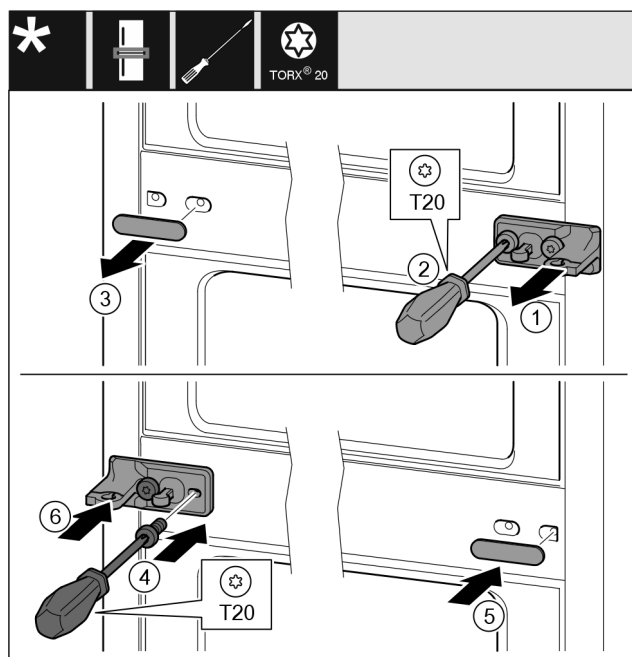

Fig. 43
- Stiahnite podložku Fig. 43 (1).
- Vyskrutkujte skrutky Fig. 43 (2) skrutkovačom.
- Opatrne stiahnite kryt Fig. 43 (3).
- Priskrutkujte ložiskovú konzolu s fóliou Fig. 43 (4) otočenú o 180° na druhú stranu.
- Pripevnite kryt Fig. 43 (5) otočený o 180° na druhú stranu.
- Nasuňte podložku Fig. 43 (6) spredu.